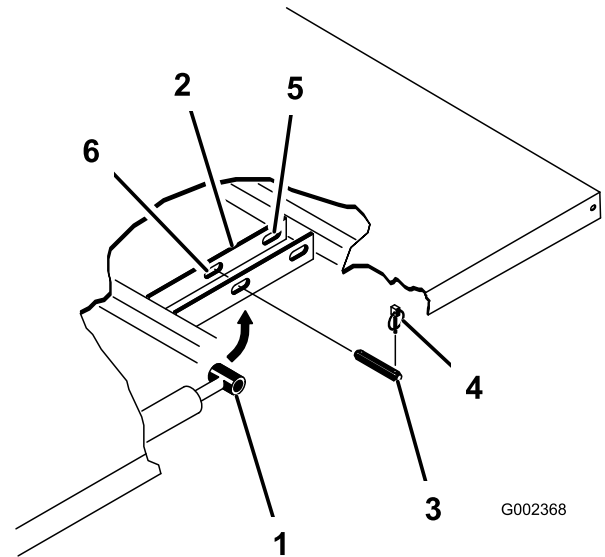

図 30
2. シリンダの外側端部からリンチピンを外す（図 30）。
3. シリンダロッドの端部を荷台取り付けプレートのスロットに固定しているクレビスピンを外す（図 30）。
4. ピボットブラケットをフレームに固定しているリンチピンとクレビスピンを外す（図 30）。